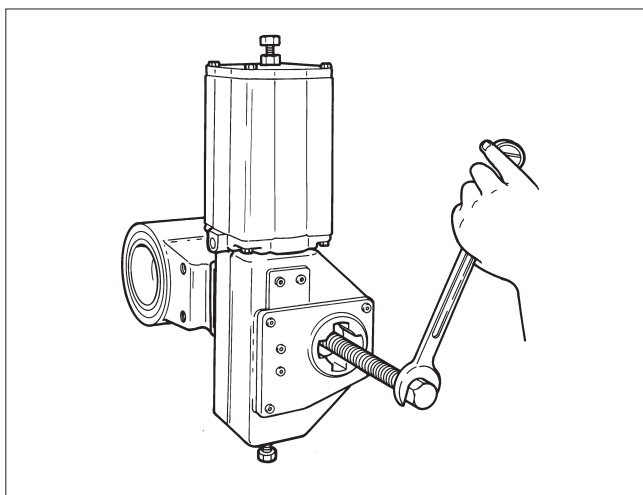

Abb. 8 Ausbau des Stellantriebs mit einem Abzieher
- Lösen Sie den Stellantrieb von der Halterung (5), indem Sie die Befestigungsschrauben herausdrehen.
- Ziehen Sie den Stellantrieb mit einem speziellen Abziehwerkzeug von der Welle ab (Abbildung 8). Verhindern Sie, dass der Schaft beim Herausziehen auf die Keramikugel drückt, z. B. indem Sie den Schaft mit einer selbstsichernden Zange festhalten (beschädigen Sie den Schaft nicht).